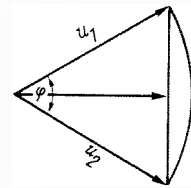

Bild 19. Die Spannungsschwankung längs der zwischen den beiden Endpunkten eines Kettengliedes liegenden Widerstandsstrecke
3. Parallel zu jedem Kettenglied liegt ein Potentiometer, mit dem sich jeder zwischen dem Anfangswert und Endwert liegende Phasenwinkel abgreifen läßt. Nach Bild 19 läuft die Vektorspitze der am Potentiometer abgenommenen Spannung auf der Verbindungsgeraden zwischen den Endpunkten der Spannungsvektoren u_1 und u_2 ; dabei ist u_1 die Spannung am Anfang und u_2 die am Ende eines Kettengliedes. Demzufolge ist bei einer mittleren Einstellung des Potentiometers die an ihm abgegriffene Spannung kleiner als in den Endstellungen. Diese Differenz ist um so größer, je größer die Phasenverschiebung innerhalb eines Gliedes ist. Um stärkere Amplitudenschwankungen beim Durchdrehen der Frequenz zu vermeiden, begrenzt man die Phasenverschiebung je Glied auf 90° . Außerdem gleicht man diese Amplitudenschwankungen durch eine Amplitudenregelung aus.